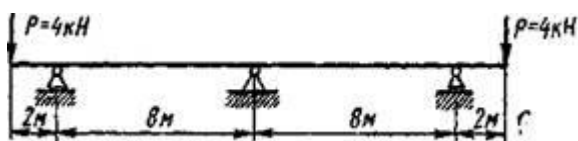

Рис. 14
78. Постройте эпюры M и Q для балки, приведенной на рис. 14.